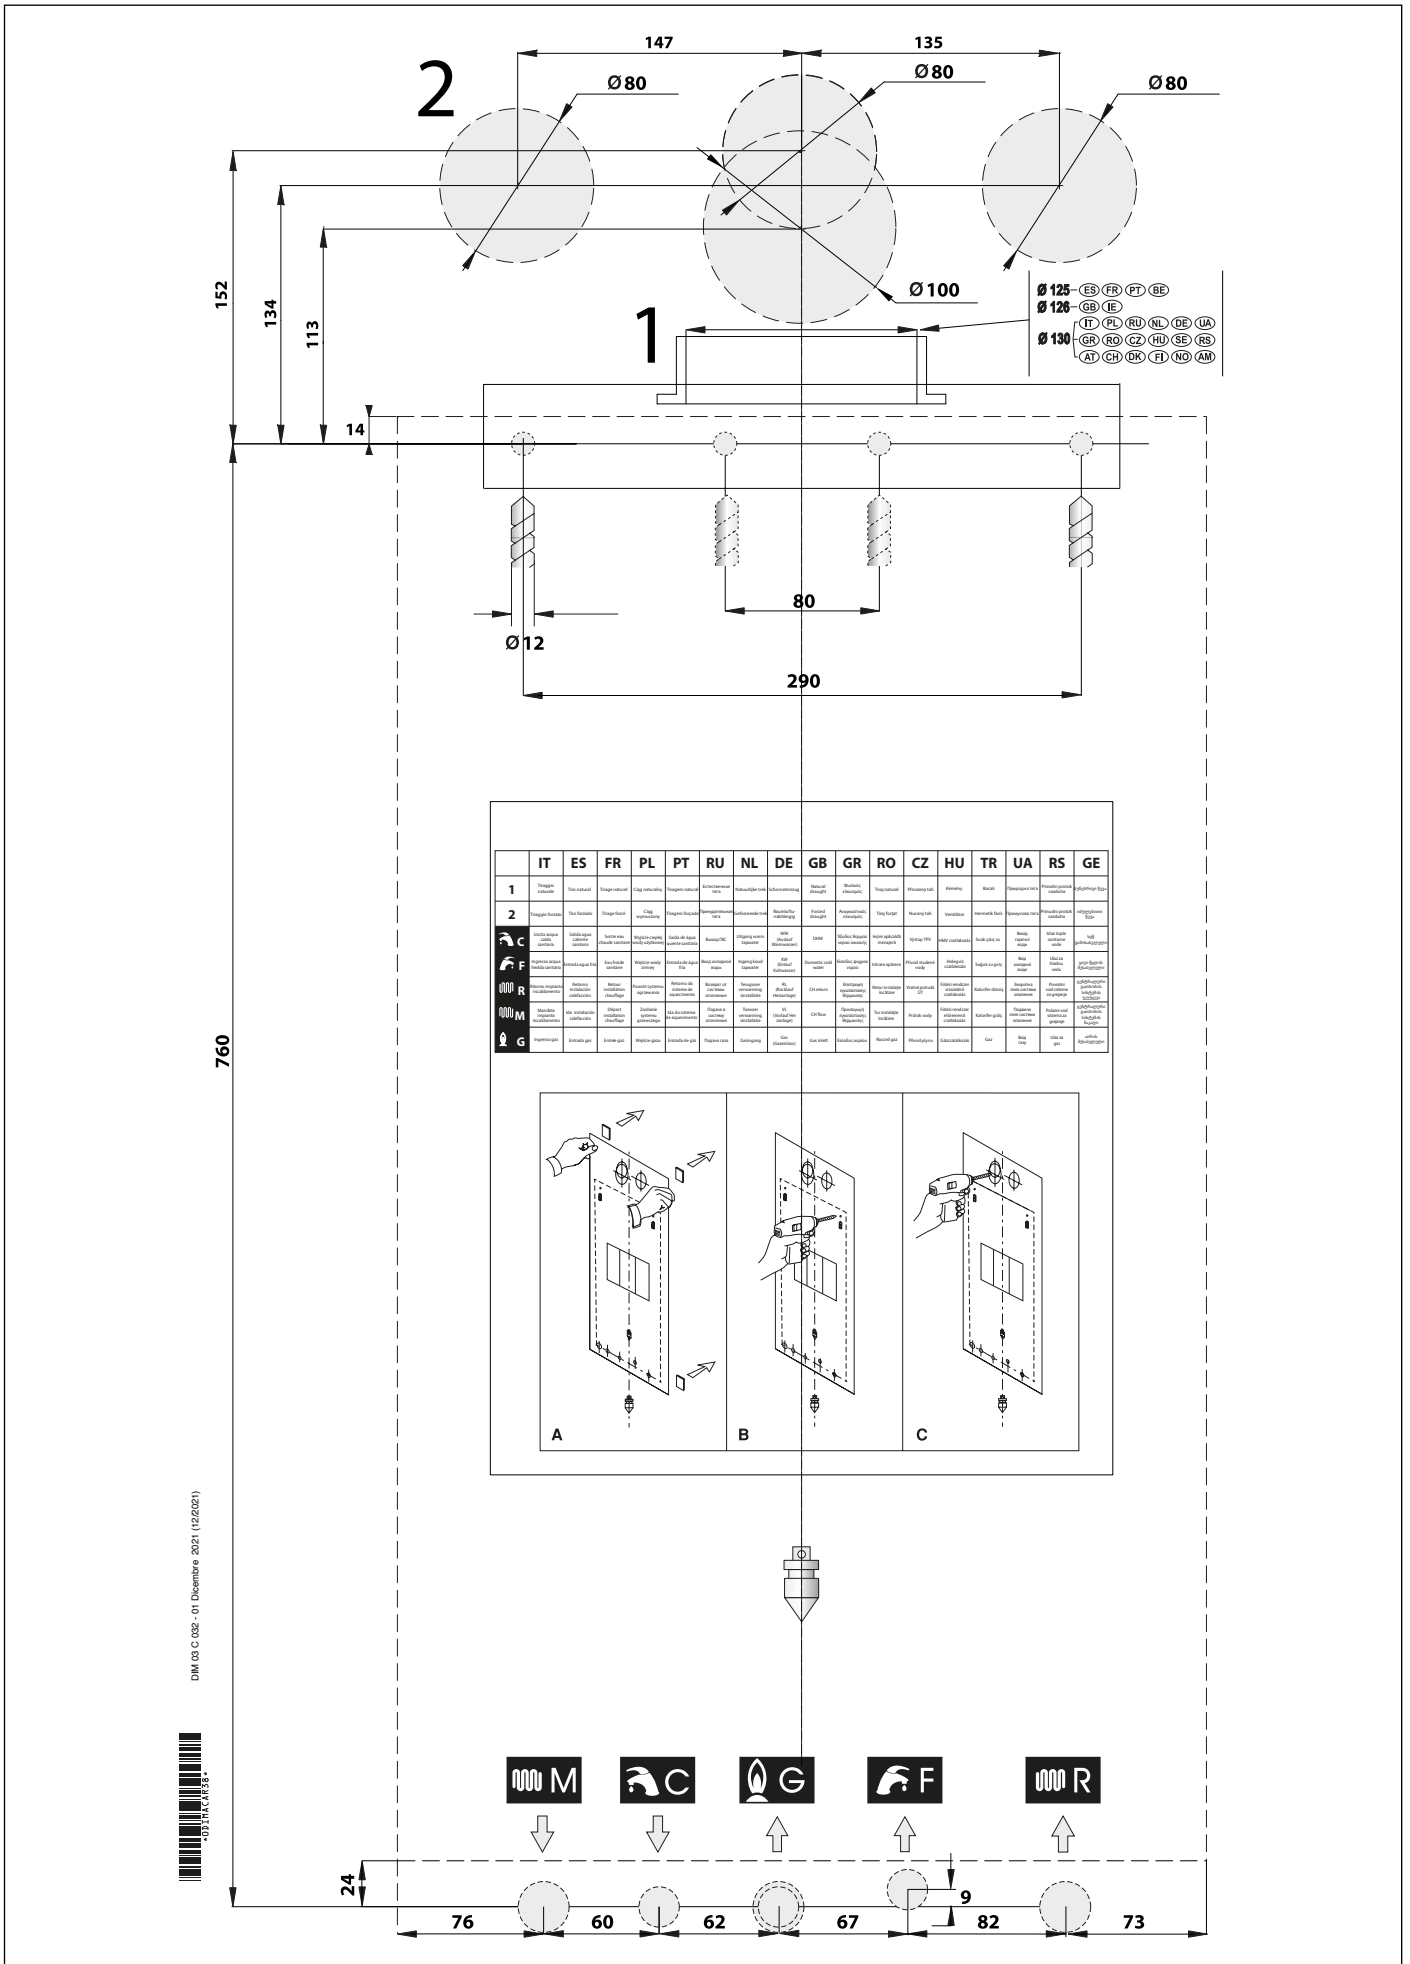

Рис. 5 Паперовий шаблон.
- » монтажний паперовий шаблон для настінного котла (див. Рис. 5 Паперовий шаблон.).
Кожний котел забезпечений спеціальним паперовим шаблоном, що знаходиться в упаковці (див. Рис. 5 Паперовий шаблон.).